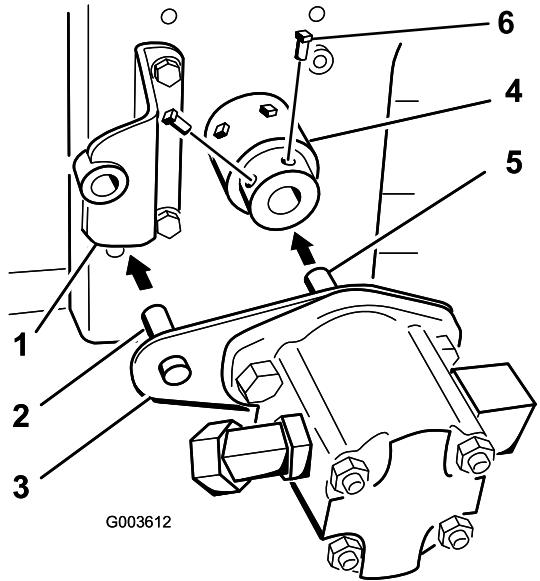

Figure 20
**Remarque:** L'arbre de pompe hydraulique va toucher l'extrémité de l'arbre de PDF du moteur (Figure 20).
11. Appliquez du frein-filet sur les 2 vis de maintien (5/16" x 3/4") et insérez-les dans le moyeu pour le fixer à l'arbre de la pompe hydraulique (Figure 20).